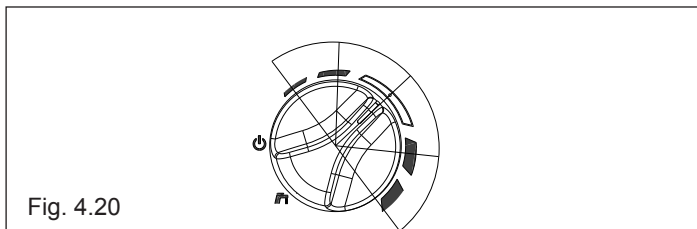

Fig. 4.20
- A) sin visualizador, como se indica en la configuración estándar. En este caso, los valores se configuran girando el botón esférico de calefacción - véase fig. 4.20**